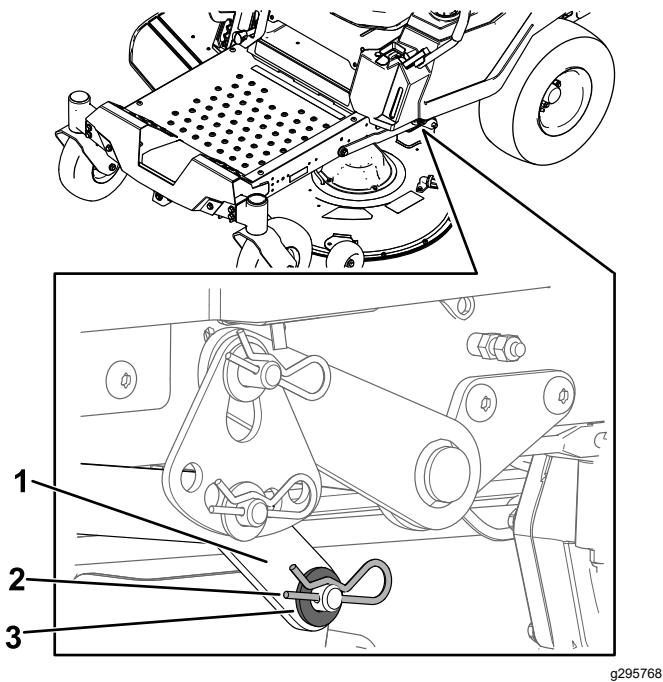

Figure 67
- D'un côté de la machine, retirez la rondelle et la goupille fendue de l'axe du tablier (Figure 67).
- Déposez le bras de levage de l'axe du tablier (Figure 67).
- D'un côté de la machine, soulevez l'arrière du tablier de coupe et installez le bras de levage sur l'axe du tablier (Figure 67).
- Installez le bras de levage avec la rondelle et la goupille fendue (Figure 67).